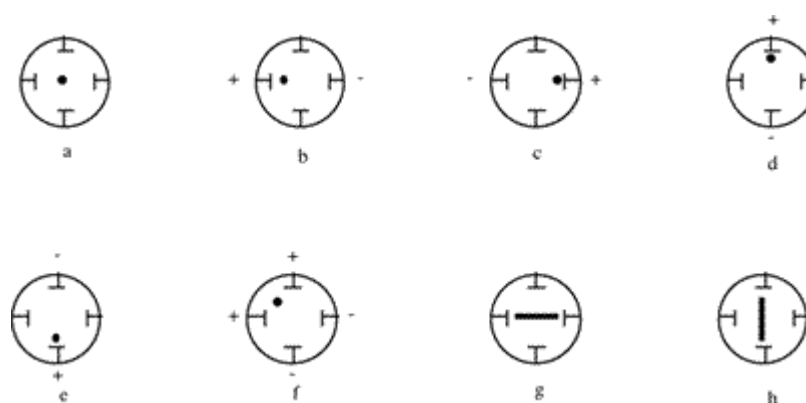

Figura 2.4.- Señales en un tubo de rayos catódicos.
abajo, por dos pares de placas, verticales V y horizontales H, que crean campos eléctricos de intensidad variable, en las direcciones vertical (Y) y horizontal (X) respectivamente. Tenemos así la posibilidad de desviar el haz de electrones en dos direcciones X e Y, así como variar la velocidad de incidencia del mismo sobre la pantalla. Efectivamente, si a los dos pares de placas no se les aplica tensión eléctrica alguna, el haz de electrones no se desvía, con lo que en la pantalla veremos un punto luminoso en su centro (Figura 2.4.a).
Si aplicamos una tensión continua a las placas verticales (fig.2.40, conector 23, mandos 26 y 27), de tal forma que la placa de la izquierda sea positiva respecto de la placa derecha, el haz de electrones se desplazará hacia el lado izquierdo (Figura 2.4.b). La amplitud del desplazamiento será proporcional a la tensión aplicada. Si sobre la pantalla hay una escala graduada en centímetros cuadrados, por ejemplo, podremos medir la longitud del desplazamiento.